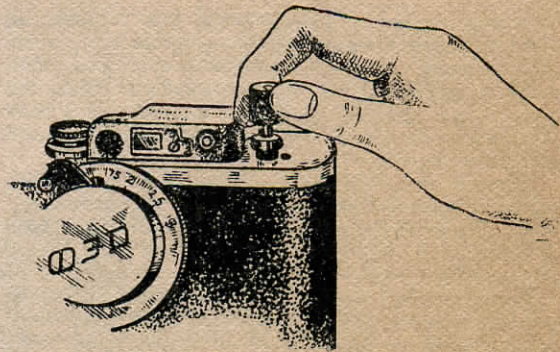

Рис. 3. Перематывание пленки.
Для обратного перематывания заснятой пленки, в катушку надо, выключив механизм подачи пленки, поднять головку вверх до отказа (Рис. 3) и вращать ее по направлению стрелки, выгравированной на головке. По окончании перематывания головку опускают до отказа и снова включают механизм подачи пленки, повернув выключатель (16) до упора в стержень, выступающий на крышке.
выдвигают головку механизма перематывания пленки (Рис. 1/13) и вращают ее в направлении стрелки, выгравированной на головке (Рис. 3). Тем самым пленка перематывается с аппаратной катушки снова в кассету. Признаком того, что вся пленка перемотана, служит отсутствие вращения кнопки (8), а также заметно облегченное вращение головки механизма перематывания пленки. Тогда нижнюю крышку аппарата открывают и вынимают кассету. После этого можно приступить к перезарядке кассеты и к проявлению пленки.